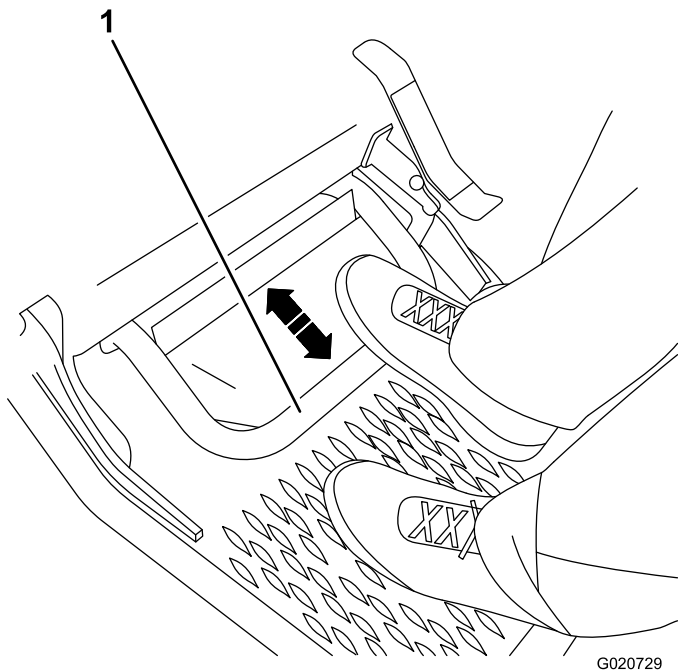

Figura 30
4. Pise el pedal del freno de servicio (Figura 30).
2. Pise el pedal del freno de servicio (Figura 30).